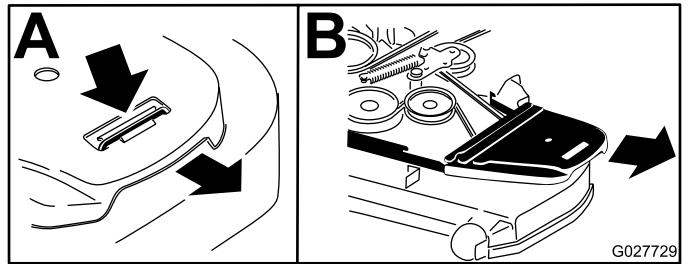

Figura 83
6. Togliete i copricinghia (**Figura 83**).